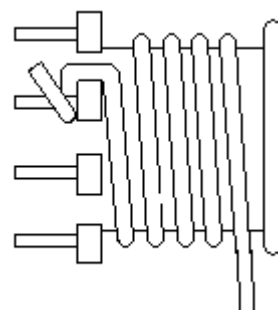

图 6.2
2.2 均等绕：在绕线范围内以相等的间隔进行绕线；间隔误差在 20%以内可以允收。(如图 6.2)